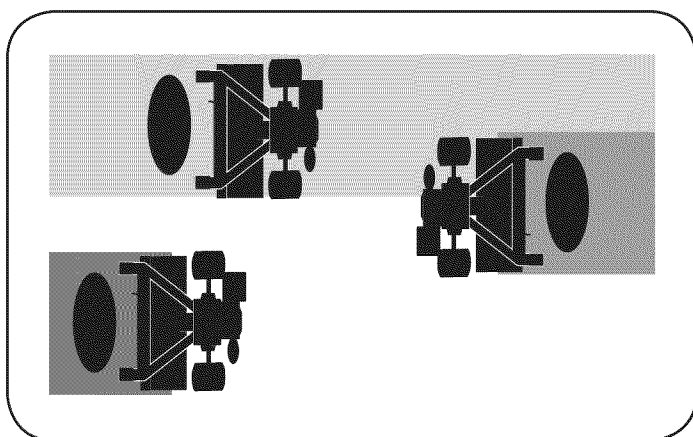

Figura 15
- Si las dimensiones del jardín no permiten la labranza en sentido longitudinal y luego transversal, traslape las primeras pasadas por la mitad del ancho de la cultivadora, continuando con sucesivas pasadas a un cuarto del ancho. Vea la Figura 15.